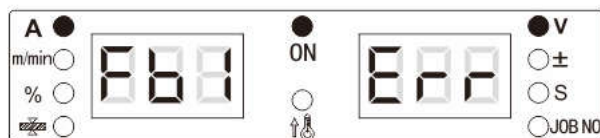

Рисунок 3-28. Отображение функции запроса ошибок FB1 на цифровых дисплеях
2. Поворотом регулятора панели управления установите выбор функции FB1 (см. Рисунок 3-28).